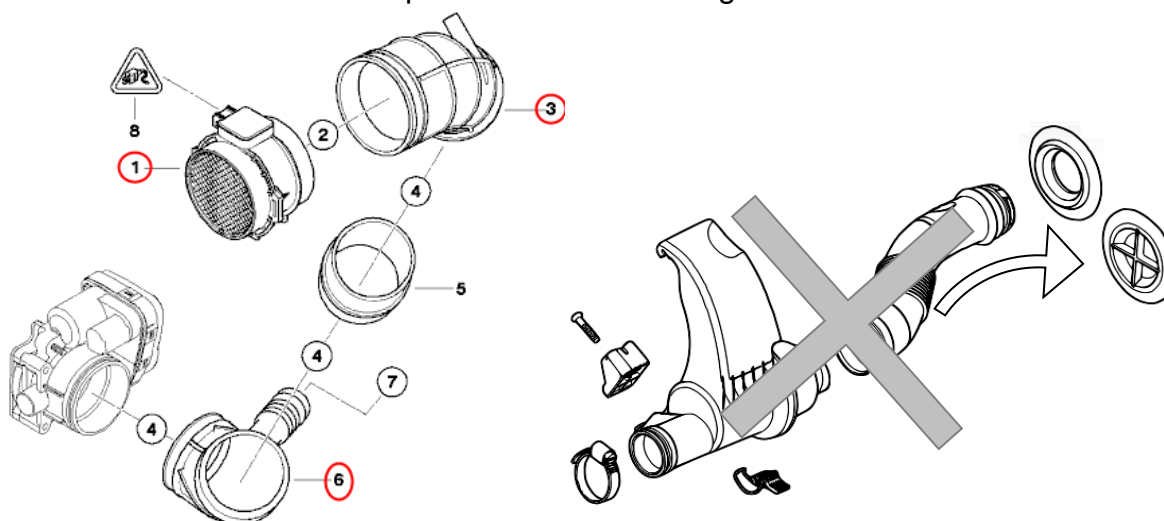
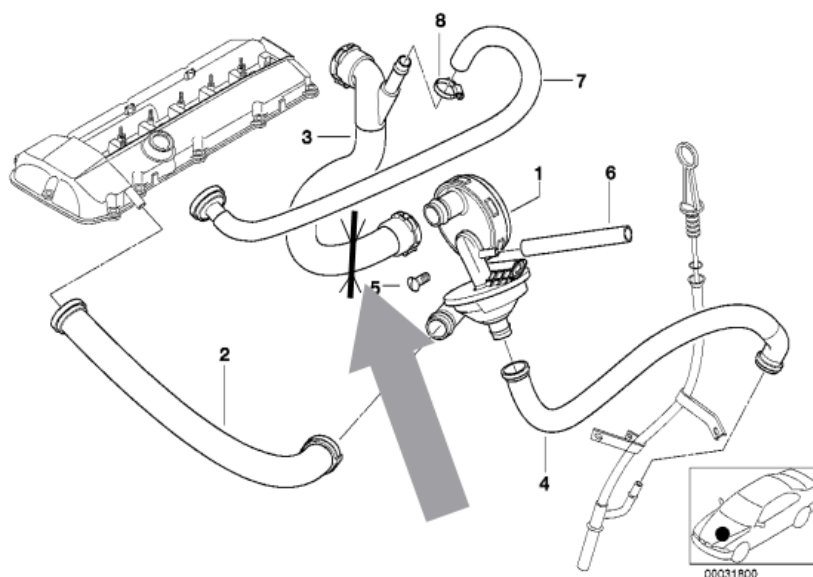
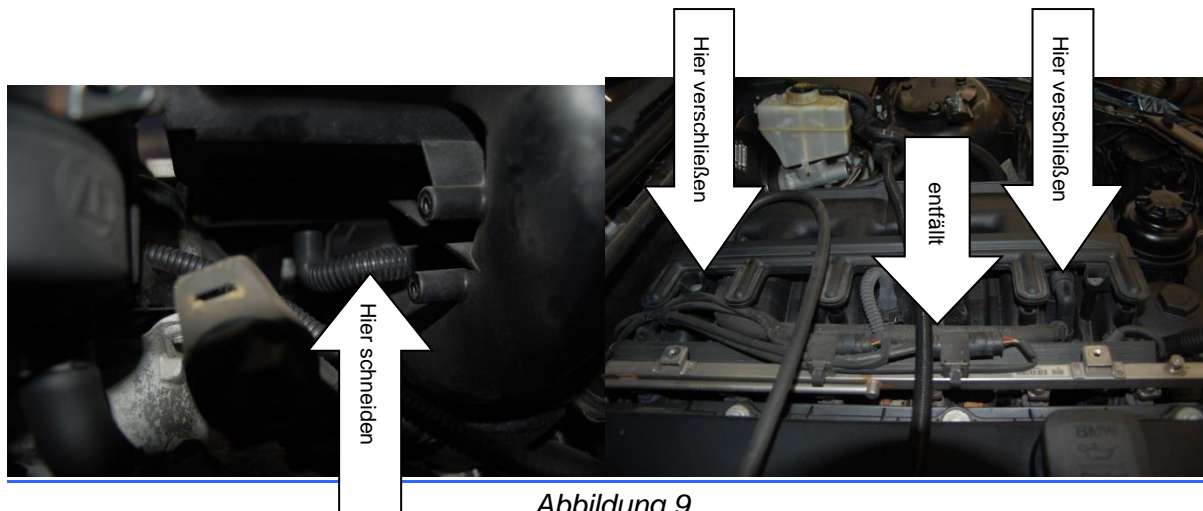
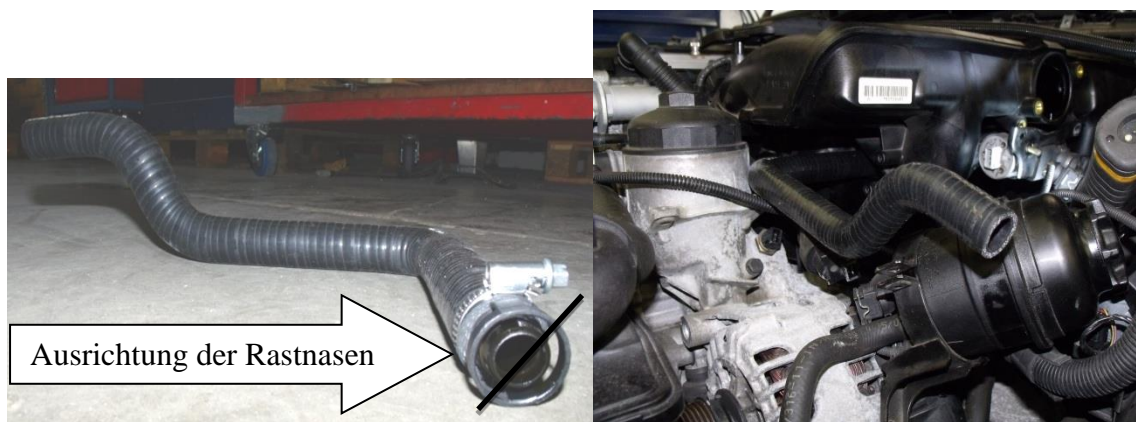

Abbildung 3
Abbildung 8
Abbildung 9
Abbildung 10
5. Demontage Luftmassenmesser (Abb. 3; Pos.1). Nur E85 (Z4) 3,0l: Der eingebaute Soundgenerator entfällt. Die Öffnung zum Innenraum wird mit beiliegender Kappe verschlossen.
6. Demontage Gummischläuche und Schlauchschellen (Abb. 3, Pos. 3 und 6) . Bauteile werden nicht mehr benötigt. Eingesteckter Schlauch an Pos. 3 abziehen. Dieser wird später bei Abb.8 benötigt.
7. Saugrohrumschaltung (Abb. 8, Pos. 7) und Leerlaufsteller (Abb. 8, Pos. 8) abstecken und Demontage
8. Drosselklappe (Abb. 3, Pos. 4) abstecken und demontieren
18. Die Leitung (Abb.9, Pos. 7) ausbauen und am Saugrohr zwischen Zylinder 5 und 6 mit dem beiliegenden Stopfen verschließen (siehe P341-53-05 und Abb. 10).
19. Das Kunststoffrohr Kurbelgehäuseentlüftung (Abb. 9, Pos. 3) ausbauen. Dazu den Schlauch (Pos. 3) zwischen Saugrohr (Abb. 8, Pos. 1) und Ölabscheider (Abb. 9, Pos.1) bei der Markierung (Pfeil) schneiden.
Dabei kann der Schlauch von Ölabscheider zum Ölmeßrohr (Abb. 9, Pos. 4) abgesteckt werden um die Demontage zu erleichtern